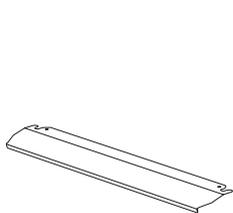

Figura 10
1. Un pannello di sicurezza è progettato per proteggere il pannello di controllo e i pulsanti, quando il forno è in modalità grill. (figura 10)